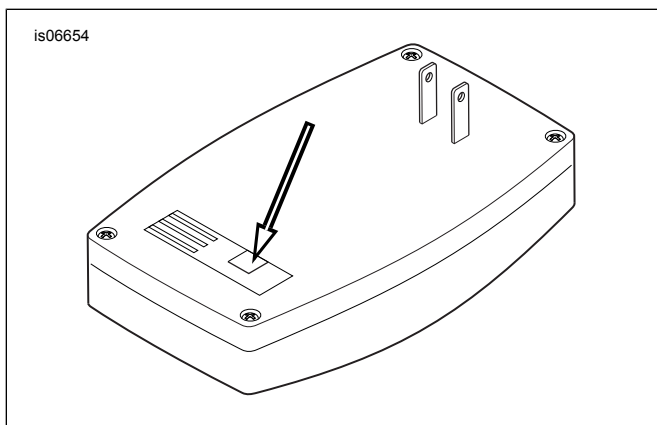

Abbildung 1. Garagentoröffnerempfänger, Rückansicht
7. Siehe Abbildung 1. Den Steckverbinder der Harley-Davidson Garagentoröffner-Empfängerdrähte an die Buchse an der Rückseite des Harley-Davidson Garagentoröffnerempfängers anschließen.